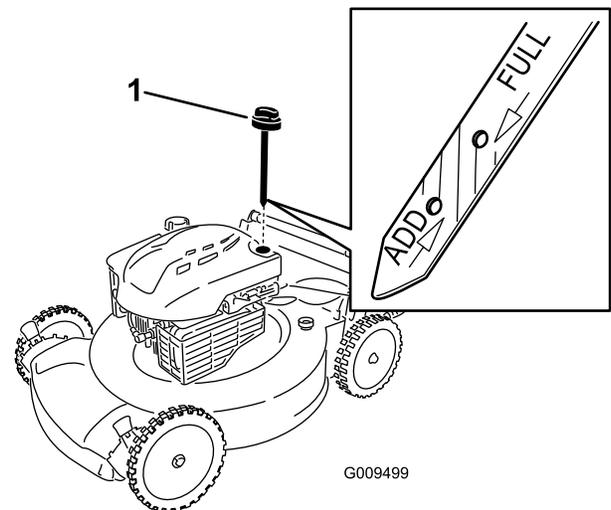

Figure 9
1. Retirez la jauge, essuyez-la sur un chiffon et remettez-la dans le tube de remplissage (Figure 9).
2. Sortez de nouveau la jauge et contrôlez le niveau d'huile (Figure 9). Si le niveau n'atteint pas le repère minimum (**Add**) sur la jauge, versez **lentement** suffisamment d'huile dans le tube de remplissage pour faire monter le niveau jusqu'au repère maximum (**Full**). Après avoir fait l'appoint d'huile, patientez 3 minutes avant de contrôler le niveau d'huile avec